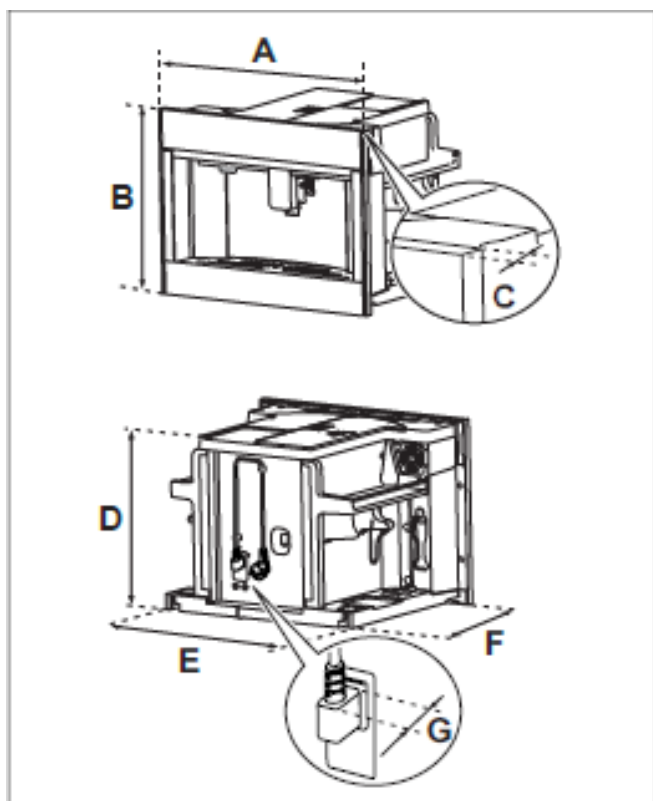
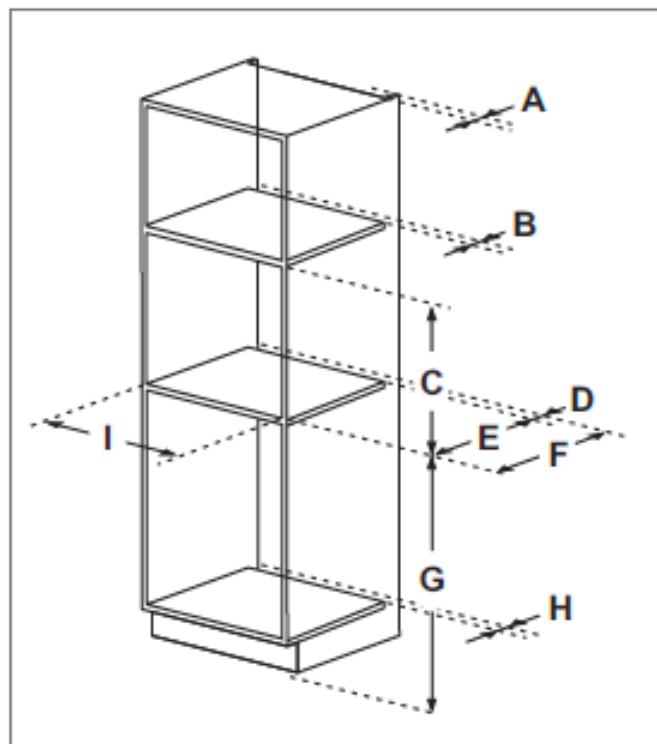

Рис. 2
Рис. 3
- Для обеспечения правильной вентиляции оставьте зазор в нижней части шкафа (см. размеры на рис. 2 и рис. 3).